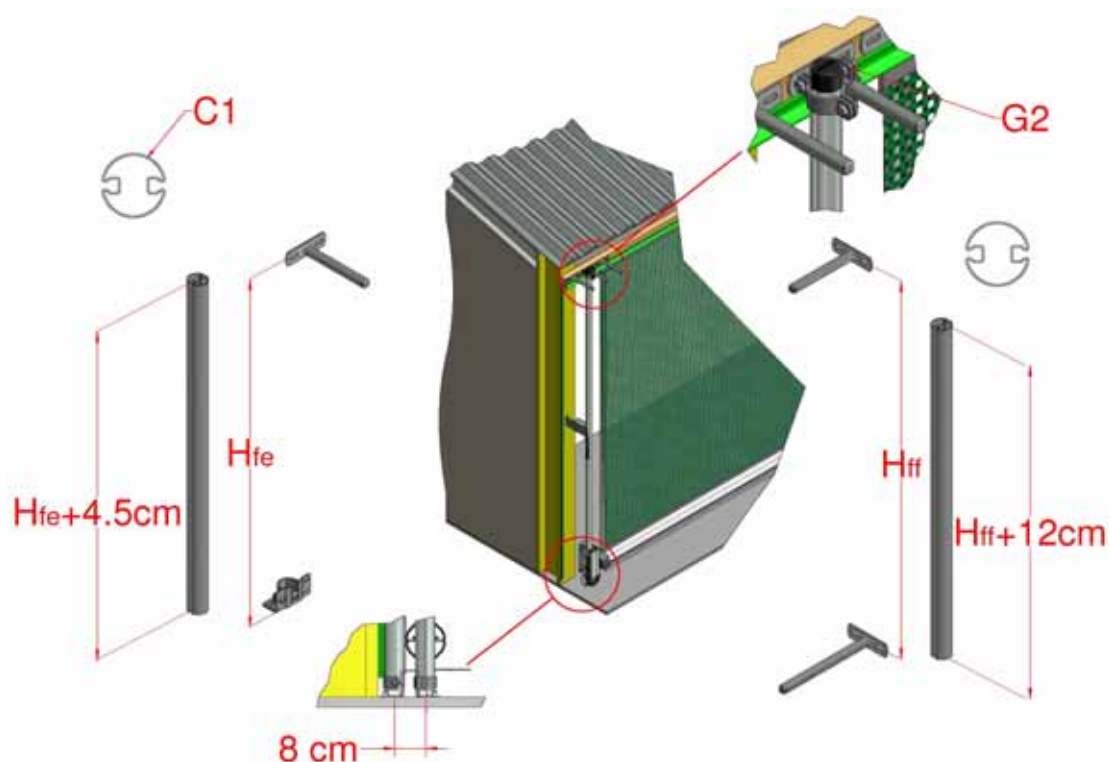

Figure 14 : pose du tube de couple
4.1 Découper les tubes de couple (C1) à la longueur désirée et ébarber les extrémités comme illustré à la Figure 14.
- a) Pour une installation Face-Extrémité, enfiler le support d'extrémité inférieur (D1) sur le bas du tube de couple (à double cannelure sans insert de protection). Fixer la partie supérieure du tube au milieu des trois supports de surface à l'aide de la bride transversale (G2) pour faire en sorte que le tube se trouve sur l'extérieur du support de surface, Figure 14. Pré-percer les trous dans le sol à des fins de fixation, pour faire en sorte que le tube de couple soit centré à 8 cm du centre du tube de commande interne.